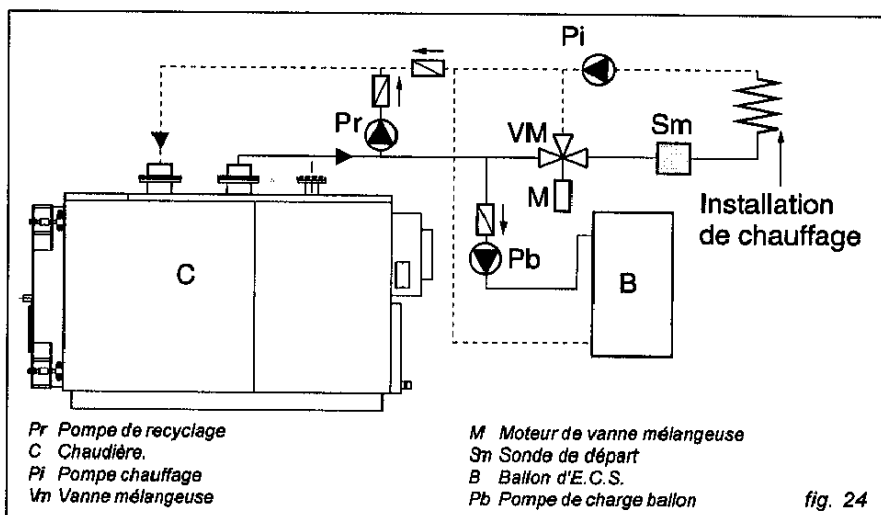

fig. 24
Dans le cas d'une installation de chauffage comportant une production d'E.C.S. par ballon d'accumulation, le schéma type indiqué sur la fig. 24 peut être utilisé.
N.B.: La pompe de recyclage "Pr" indiquée sur la fig. 24 est obligatoire pour assurer une irrigation correcte permanente du corps de chauffe de la chaudière (voir RAPPEL DES NORMES D'INSTALLATION - page 3).